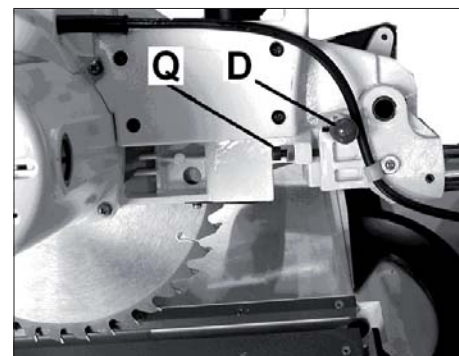

Рис. 2
- Чтобы разблокировать голову пилы, вытяните фиксатор (D, Рис. 2) головы пилы. Голова пилы медленно поднимется вверх.
- Закрутите блокировочную рукоятку (P, Рис. 2), с помощью ручки медленно опустите голову пилы.
- Ослабьте блокировочную рукоятку (L, Рис. 2).
- Отодвиньте кожух пильного диска (P, Рис. 2), с помощью ручки медленно опустите голову пилы.